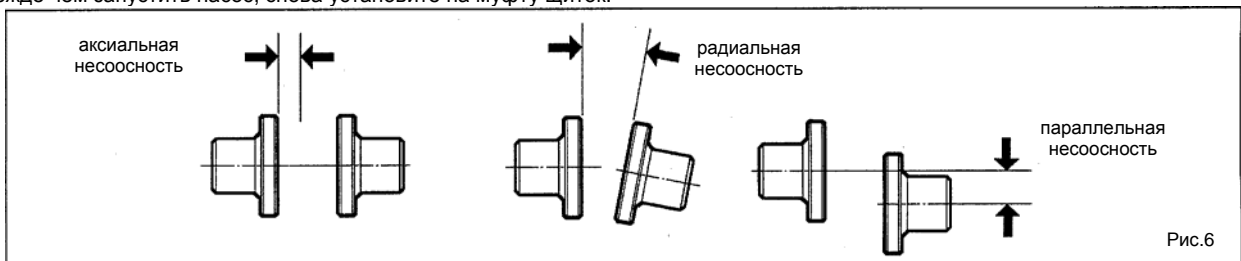

Рис.6
- затяните гайки анкерных болтов и снова проверьте соосность, как показано на рис.6. Если необходимо, отрегулируйте соосность соответственно типу муфты, как описано в разделах 14.10; 14.11; 14.12.